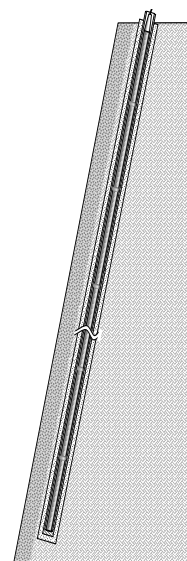

图 2-5 斜坡安装
d) 斜坡面预埋（如图 2-5）：斜坡面预埋安装方式主要适合于在堆石坝面板、垫层料或土体施工环境中使用，也可在面板或混凝土中预埋保护钢管的方式进行安装，但预埋保护管方式应注意面板拼缝处管连接处理，因这种安装具有一定风险，较大的剪切作用可轻易造成系统失效。而类似混凝土或砌石护坡中斜面上的预埋，也可参考本方式。